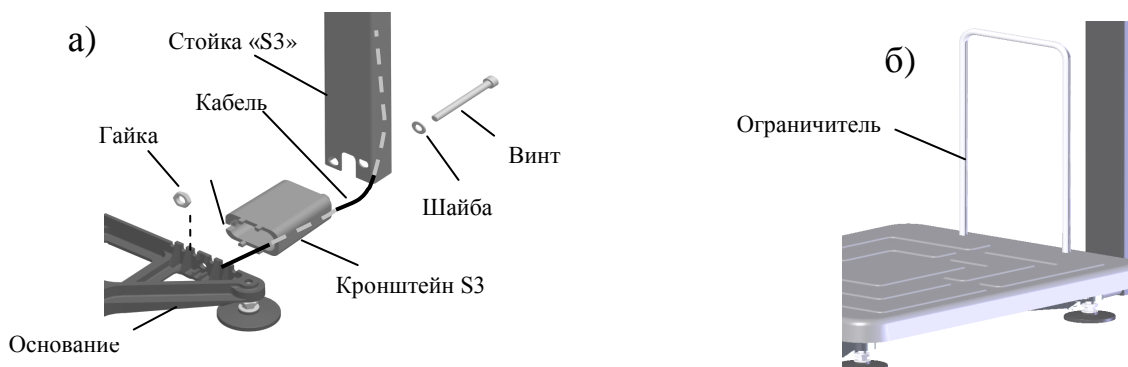

Рис. 5.2 - Крепление прямоугольной стойки к модулю ТВ-S\_
- Протянуть кабель через кронштейн и стойку (см. Рис. 5.2 а).
Вложить в винт M8x130 шайбу 8. Вставить винт в отверстие стойки и пропустить его сквозь стойку, кронштейн (положение паза кронштейна см. на Рис. 5.2 а) и основание модуля. Стянуть винт гайкой M8.
- Плотно вставить в отверстия платформы ограничитель, Рис. 5.2 б.